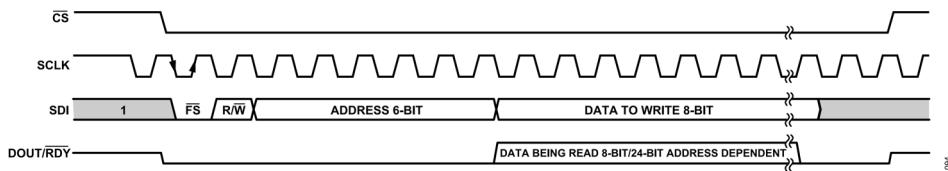

図 159. SPI の基本の読み出しおよび書き込みフレーム
SPI 読出しまだ書き込みのフォーマットを図 159 に示します。読み出し動作でも書き込み動作でも MSB が最初のビットです。アクリティブ・ローのフレーム開始信号 (FS) がトランザクションを